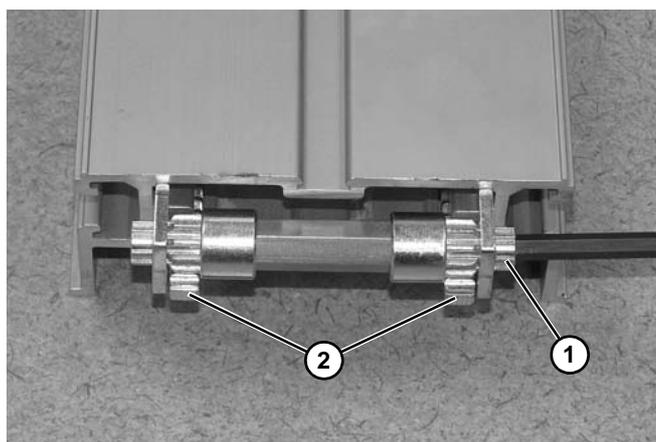

Figure 97
10. Tourner le pignon (Figure 97, élément 1) à l'aide d'une clé hexagonale jusqu'à ce que l'ensemble pignon crémaillère (Figure 97, élément 2) soit entièrement inséré.